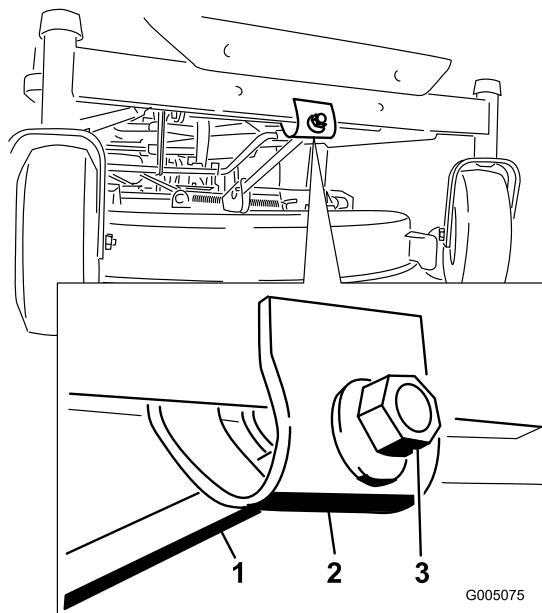

Figura 51
6. Para ajustar la inclinación longitudinal, gire la tuerca de ajuste de la parte delantera del cortacésped (Figura 51).